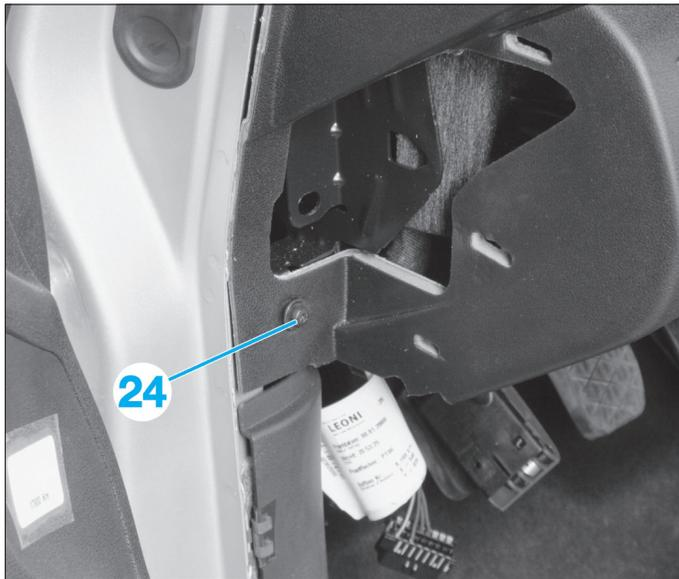

FIG. 33
- Déposer la vis (24) du côté gauche (Fig.33).